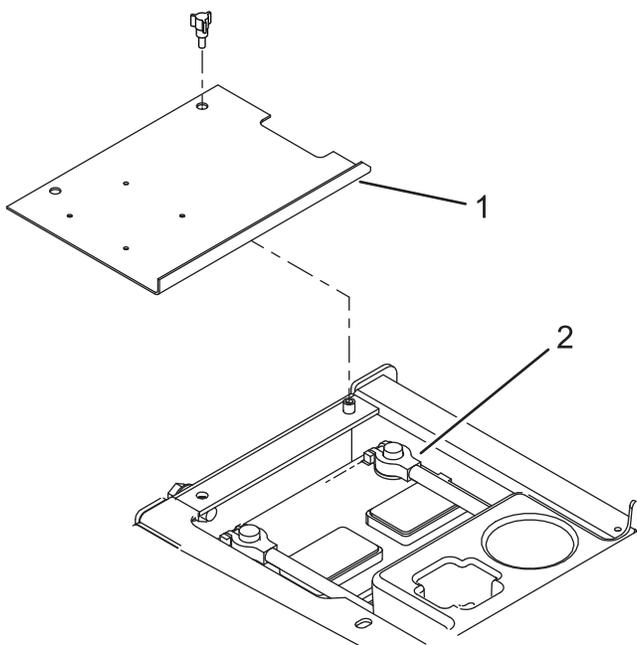

Рисунок 1
1. Снимите крышку с коробки аккумулятора (Рисунок 1).
2. Отсоедините отрицательный (-) кабель от аккумулятора (Рисунок 1).